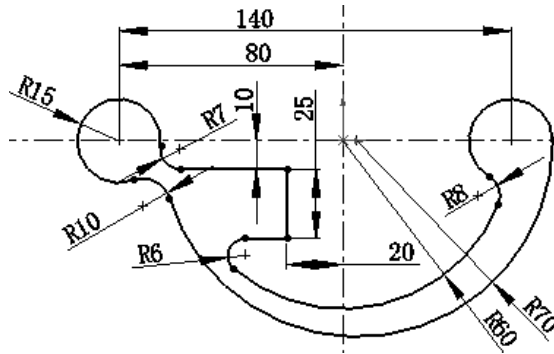

图 2.14.9 尺寸修改完成
Step 2 按照 Step1 中的操作方法，依次修改其他尺寸约束，修改完成后如图 2.14.9 所示。